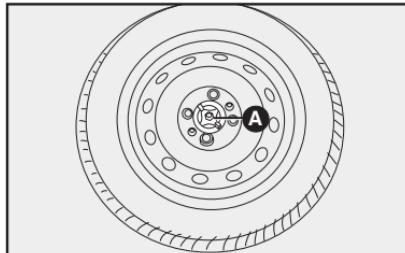

fig. 2
- Afloje el dispositivo de bloqueo A-fig. 2, saque la rueda de repuesto.